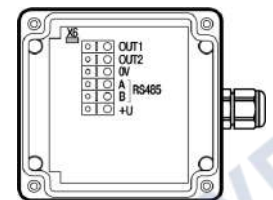

Рисунок 5 – Установка переключки
2. Установить переключку X6 (см. рисунок 5).